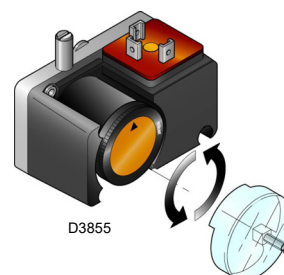

Abb. 30
- Stellen Sie den Gas-Mindestdruckwächter (Abb. 30 auf Seite 27) auf den Skalenanfangswert ein.
Führen Sie die Einstellung des Minimal-Gasdruckwächters aus, nachdem alle anderen Einstellungen des Brenners bei auf den Skalenanfang eingestellten Druckwächter vorgenommen wurden (Abb. 30).